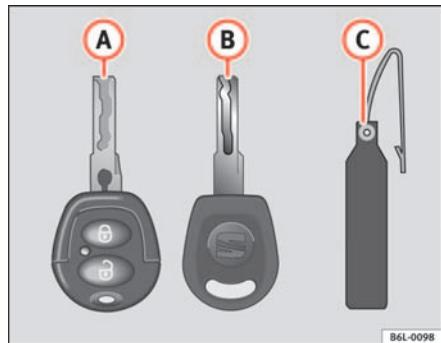

Fig. 46 Juego de llaves
- una llave con mando a distancia ⇒ fig. 46 A con espadín desplegable\*,
Sólo es posible hacer duplicados con el número de la llave del llavero de plástico ⇒ fig. 46 B. Por este motivo: